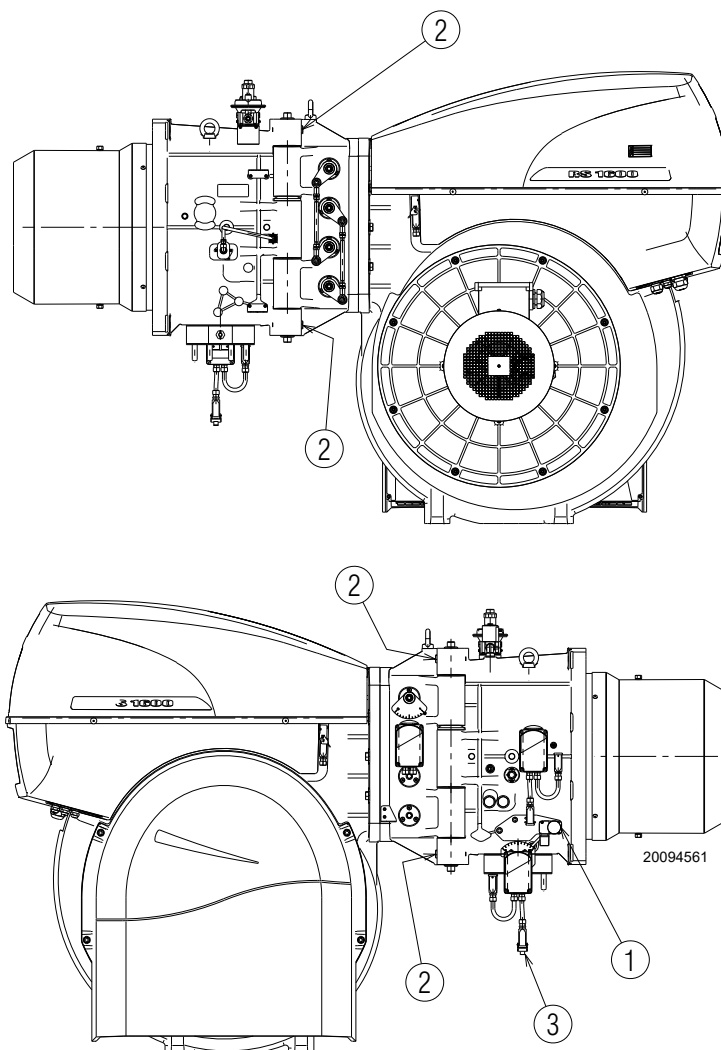

Fig. 33
- Quitar la conexión del presostato gas 1)(Fig. 33).